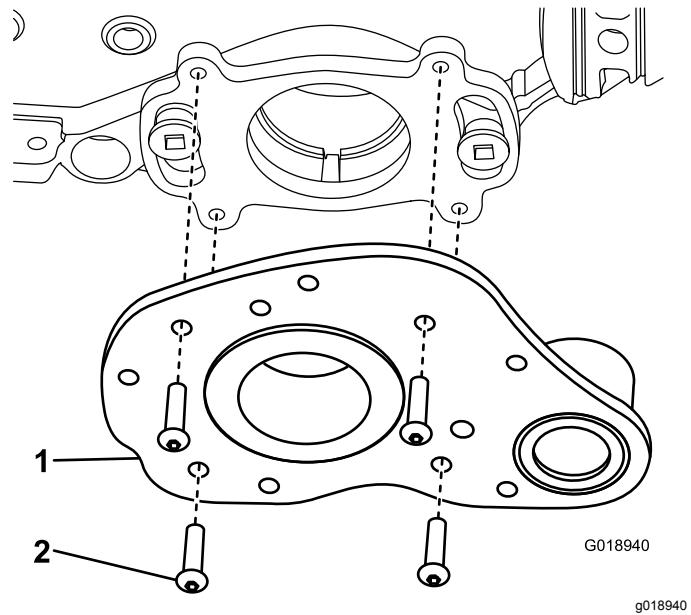

Bild 31
7. Entfernen Sie die vier Schrauben, mit denen der Groomerantrieb an der hinteren Befestigungsplatte befestigt ist (Bild 31).